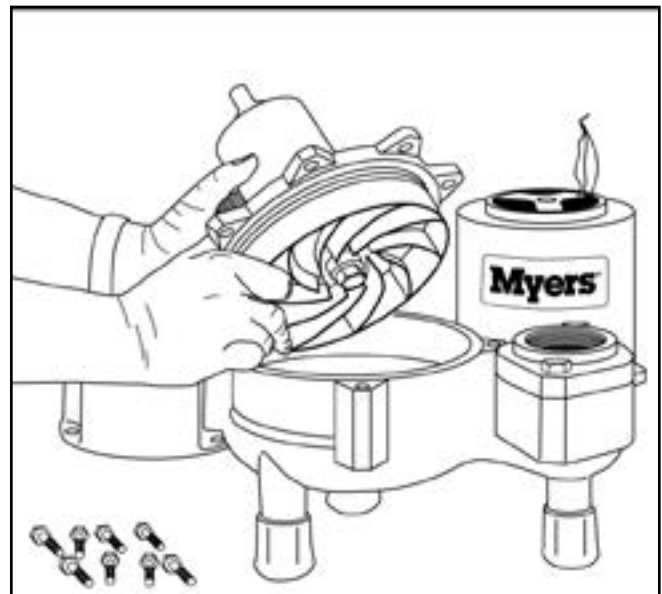

FIG. 17
4. Saque los pernos que sujetan la tapa de la caja y levante la unidad giratoria para sacarla. Separe las aletas haciendo palanca para aflojarla. Fig. 17